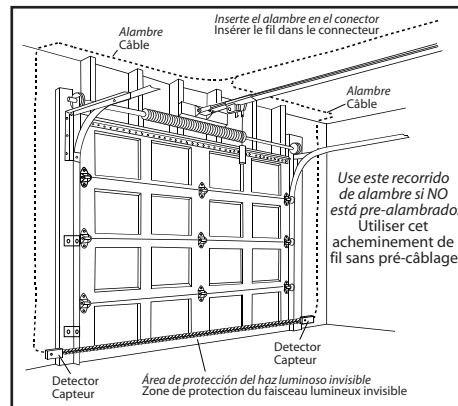

FIG. 4-6 Recorrido del alambre. Achémement de fil.
- Sujete en forma segura los alambres a la pared y al cielo raso a medida que avance (**Fig. 4-6 en la página siguiente**). Use grapas con aislamiento. Las grapas deben apretarse sólo ajustadas.
- Bien fixer les fils au mur et au plafond au fur et à mesure (**Fig. 4-6 sur la page suivante**). Utiliser les agrafes isolées. Ne pas serrer les agrafes avec excès.